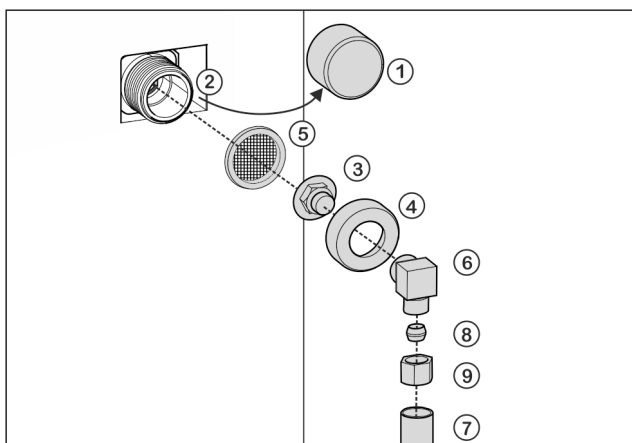

Fig. 49
- ▶ Enlever le bouchon Fig. 49 (1) de l'électrovanne Fig. 49 (2).
- ▶ Insérer la pièce de raccordement Fig. 49 (3) dans l'écrou-raccord Fig. 49 (4).
- ▶ Insérer le filtre Fig. 49 (5) avec la cavité dirigée vers le bas en direction de la pièce de raccordement Fig. 49 (3).
- ▶ Visser l'écrou-raccord Fig. 49 (4) à la main sur le filetage de l'électrovanne Fig. 49 (2) jusqu'à ce qu'il soit bien positionné.
- ▶ Visser le coude Fig. 49 (6).
- ▶ Raccorder la conduite d'eau Fig. 49 (7) (par ex. conduite en cuivre de 1/4" OD) au coude Fig. 49 (6) à l'aide de la bague de serrage Fig. 49 (8) et de l'écrou Fig. 49 (9).
- ▶ Si nécessaire : Fixer la conduite d'eau Fig. 49 (7) sur le boîtier à l'aide de l'étrier d'arrêt.
- ▶ Mettre le coude Fig. 49 (6) de côté.
- ▶ Raccorder la conduite d'eau Fig. 49 (7) (par ex. conduite en cuivre 1/4" OD) à la pièce de raccordement Fig. 49 (3) avec une bague de serrage Fig. 49 (8) et un écrou Fig. 49 (9).